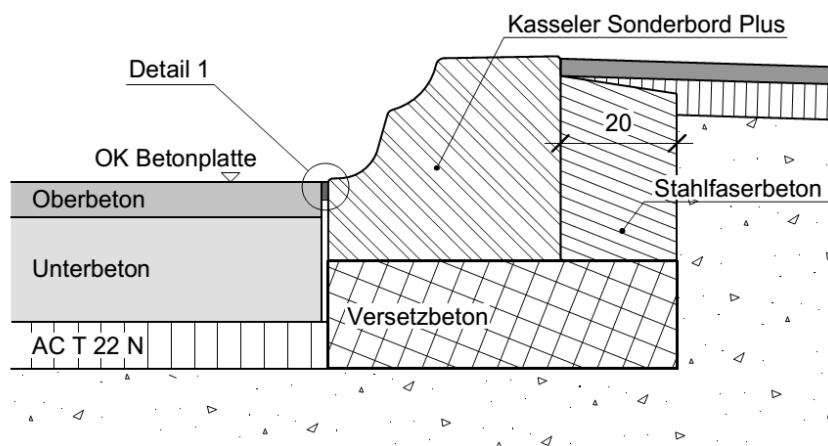

Abbildung 5: Randabschluss mit Kasseler Sonderbord Plus
- Der Randabschluss ist gemäss Detail Abbildung 5 zu versetzen.